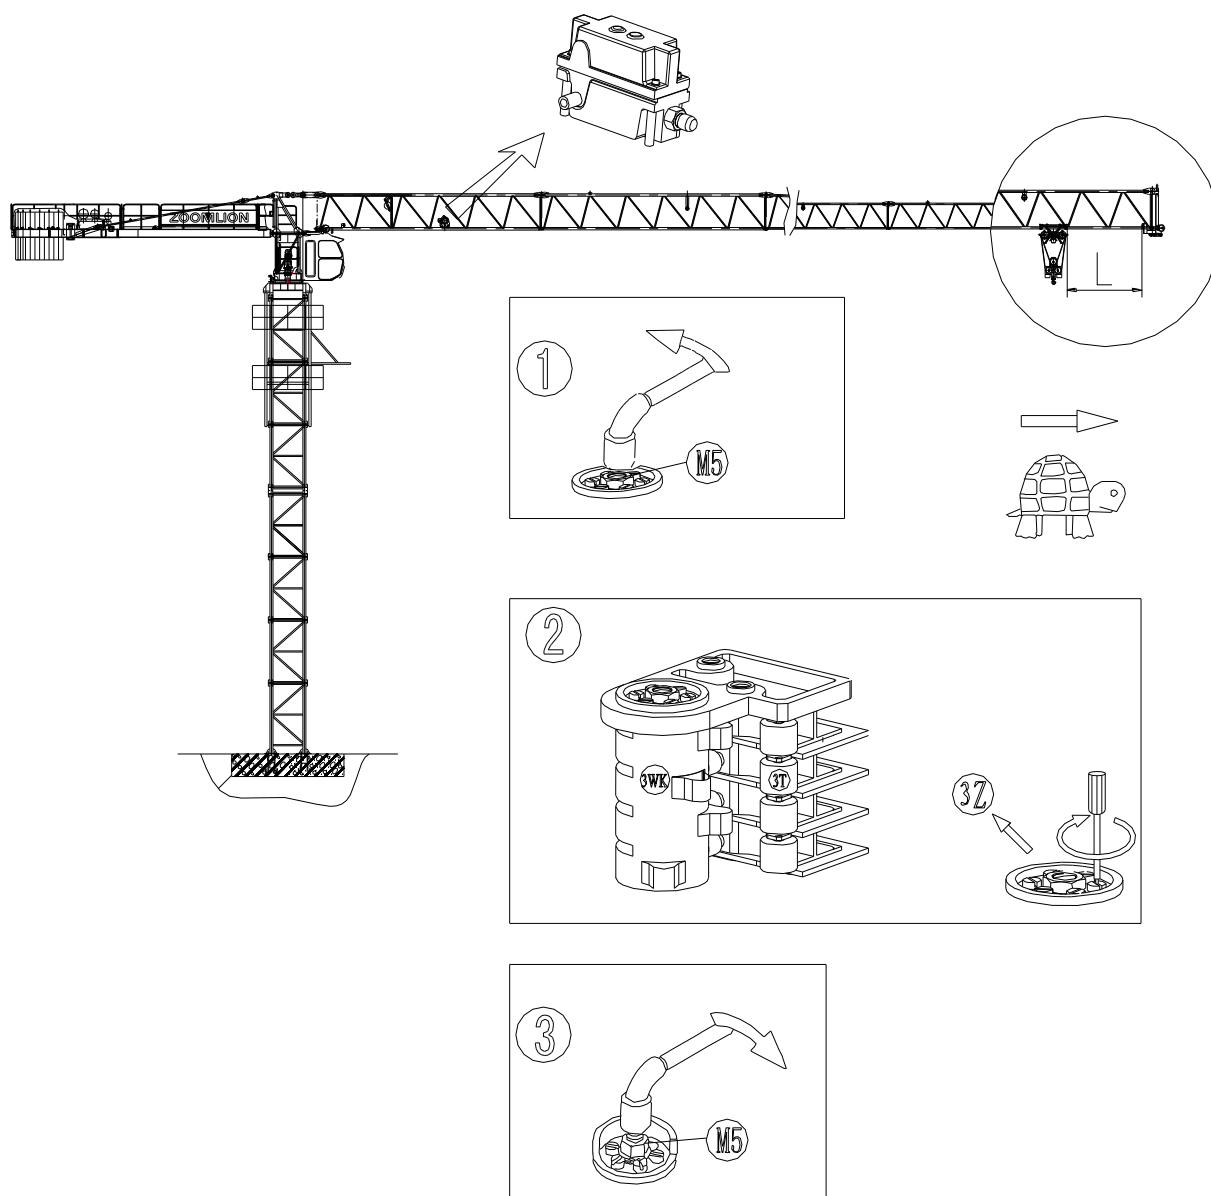

图 9.3-3 向外变幅减速
- (1) 松开螺母 M5；
- (2) 载重小车开到距起重臂臂尖缓冲器 $L=5\text{m}$ 处，调动(3Z)轴，使长凸轮(3T)压下微动开关(3WK)，使小车只能以低速向外运行；
- (3) 拧紧螺母 M5，见图 9.3-3。